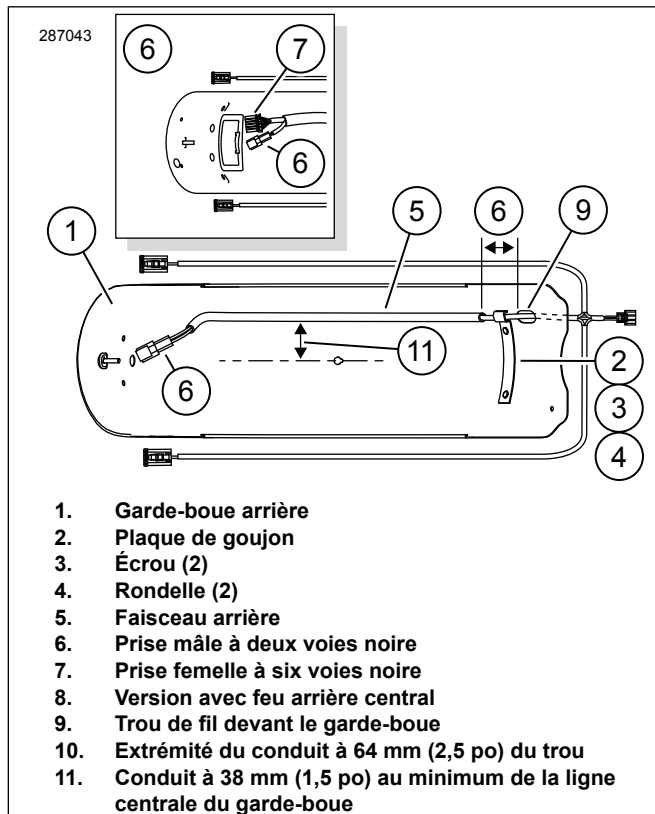

Figure 3. Installation du faisceau de garde-boue arrière
1. Voir Figure 3. Nettoyer avec un mélange de 50 % d'alcool isopropylique dans de l'eau distillée. Laisser sécher complètement. Ne pas utiliser de solvant ni de produit chimique agressif qui peut endommager les surfaces peintes.
2. Prendre la plaque de goujon (2) retirée du garde-boue d'origine, et avec le conduit le plus proche du trou de fil, assembler sans serrer la plaque au devant intérieur du garde-boue avec les écrous d'origine (3) et les rondelles (4). Ne pas serrer complètement.